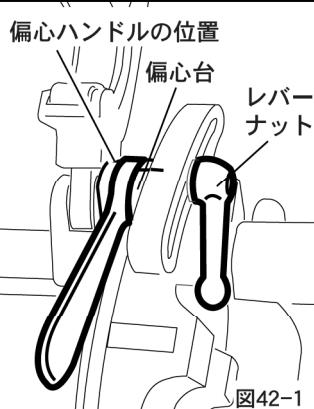
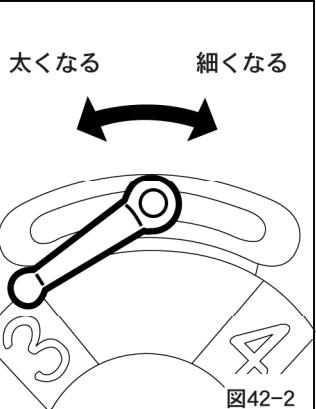

図42-1
図42-2
①ねじ切り寸法を合わせる時には、偏心ハンドルをかならず手前に倒してから、ダイヘッドのねじ切り寸法と偏心台の目盛りを合わせてください。（図42-1）
②レバーナットをしっかりと締めてください。
③太め、細めのねじを切るには、偏心台の目盛りをサイズ目盛りの線より手前にずらして合わせると太く切れ、反対に向側にずらして合わせると細く切れます。（図42-2）